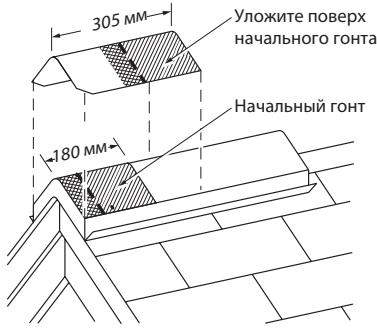

Рис. 13-17. Уложите целый покрывающий гонт на начальный кусок, бровень с его нижними и боковыми краями.
2. Уложите покрывающие гонты у нижнего конца ребра или с любого края конька. Уложите начальный кусок, у которого отрезан нижний край высотой 12,7 см (Рис. 13-17). Закрепите начальный кусок двумя гвоздями, вбив их на расстоянии около 7,6 см от края ската и 2,5 см от каждой боковой кромки. Убедитесь, что гвозди, которыми крепятся покрывающие гонты, входят в обрешётку или проходят сквозь неё не менее чем на 19 мм.
3. Уложите целый покрывающий гонт на начальный кусок (Рис. 13-17) и вбейте гвозди на расстоянии 14,3 см выше открытого нижнего края и 2,5 см от края с каждой стороны. Гвозди не должны быть видны на готовой кровле и должны вбиваться таким образом, чтобы шляпки не прорывали поверхность гонта.